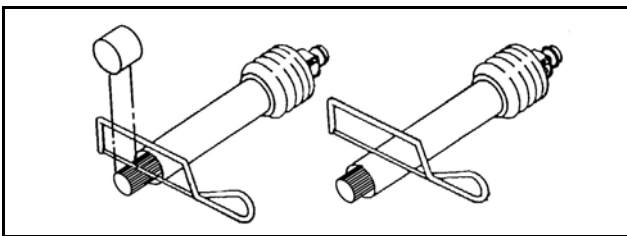

Figura 5. Corte do eixo da transmissão
7. Use uma serra elétrica com rebolo abrasivo para cortar a extremidade macho do eixo. Corte a mesma quantidade do eixo estriado e da proteção de segurança. Consulte a Figura 5. Use uma lima para remover todas as rebarbas da extremidade cortada.